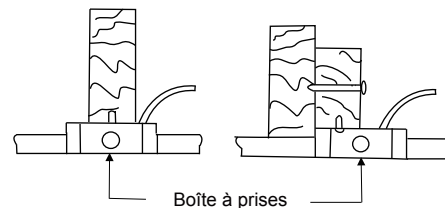

Fig. 2
**Étape 2.** Répétez le même processus pour les lames restantes (Fig. 2).